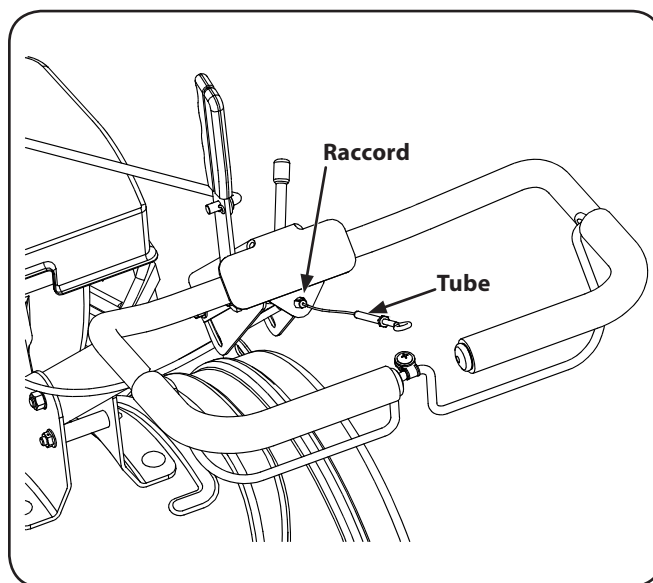

Figure 3-4
3. Insérez le câble dans le trou au centre de la poignée, puis faites enclencher le raccord en plastique dans le support. Voir Figure 3-4.